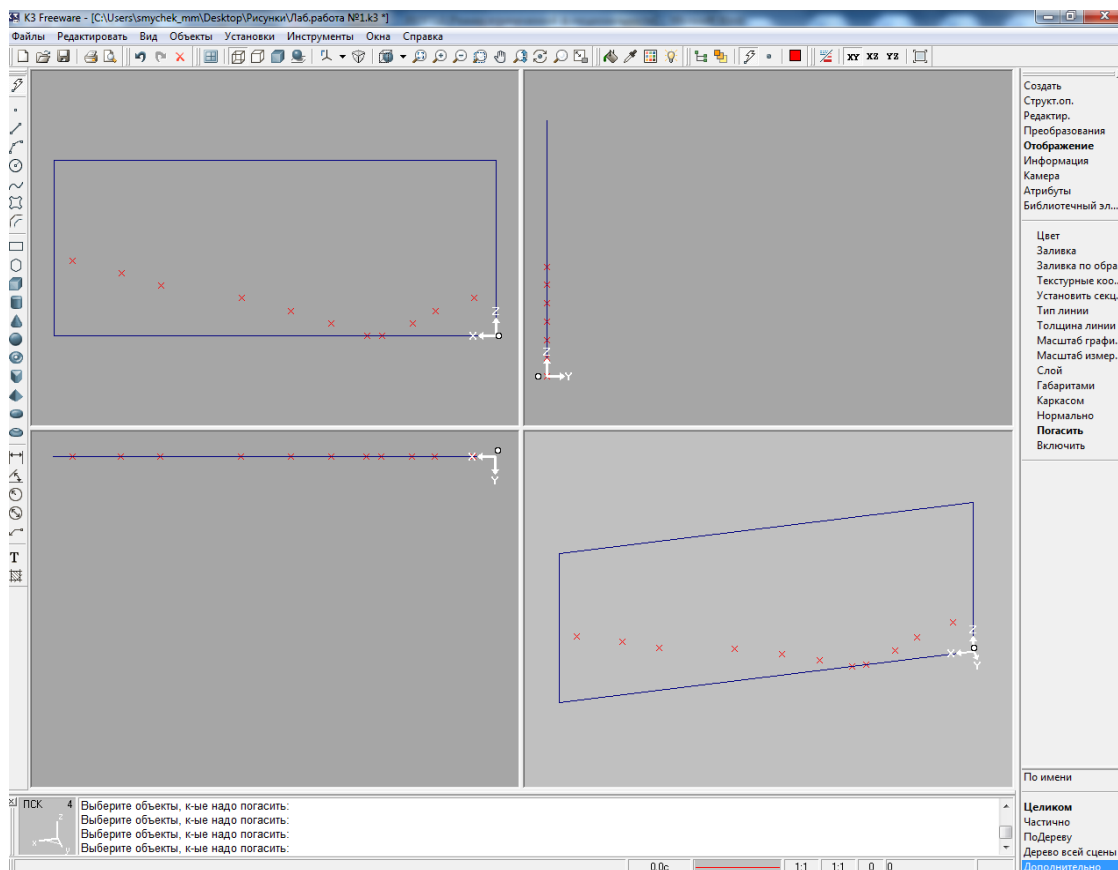

Рис. 23. Последовательное выделение горизонтально проецирующих плоскостей с точками
3.7 В каждой горизонтально проецирующей плоскости по найденным точкам необходимо построить линии типа **Сплайн**. Выполнять это нужно в такой последовательности: первоначально необходимо вызвать команду **Отображение – Погасить**. В правом нижнем меню требуется выбрать режим выбора объектов **Все**; после этого в том же нижнем меню требуется выбрать режим **Исключить – Рамка**; затем рамкой выделить в видовом окне требуемую плоскость с точками (все объекты модели будут выделены моргающим белым цветом, за исключением выбранной плоскости) и завершить выполнение команды (Рис.23).